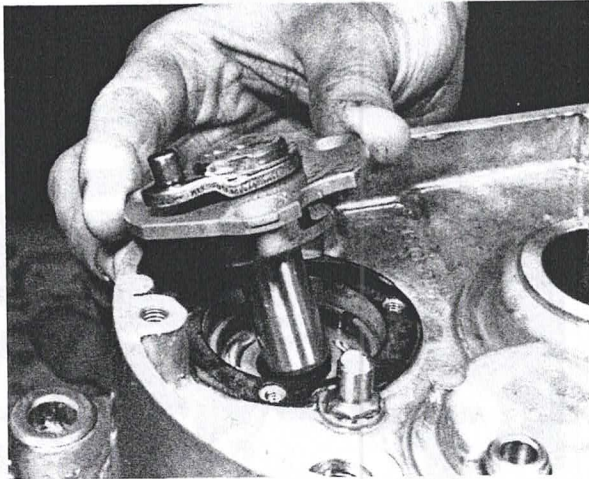

Bild 73
- Den Klinkenmechanismus mit einer neuen Dichtung einsetzen, wobei die Klinkenwelle in die Bohrung der Schaltwalze zu liegen kommt (Bild 73). Dann den Klinkenhebel im Uhrzeigersinn um 90° drehen, bis er gegen die Oberseite des Kurbelgehäuses zeigt.